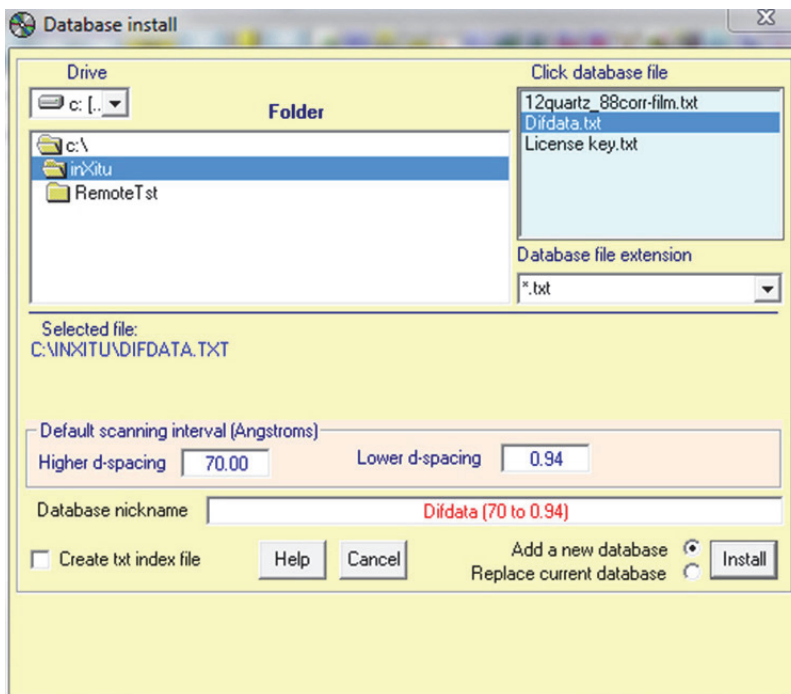

Figura C-2 Instalação do banco de dados
2. Na lista **Drive**, clique na seta para baixo para localizar a unidade flash USB (veja Figura C-2 na página 83).